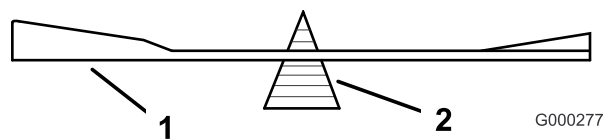
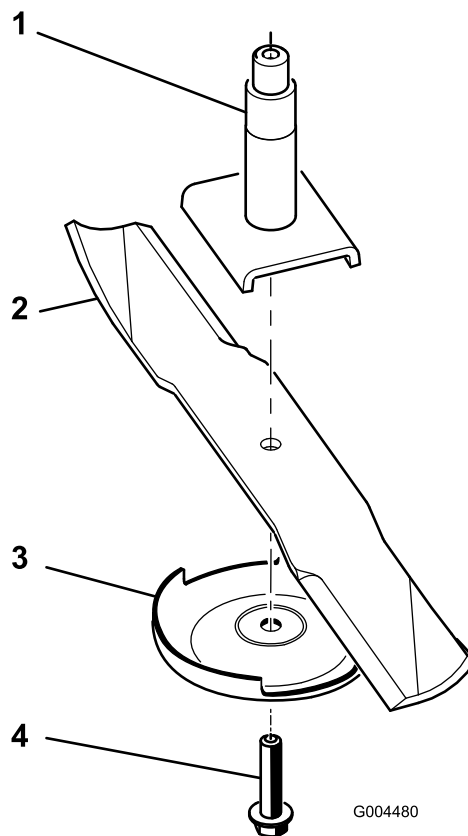

Figura 76
Figura 77
2. Togliete il bullone della lama, la piastra antistrappo e la lama dall'asse del fusello (Figura 77).
1. Montate la lama sull'asse del fusello (Figura 77).
2. Montate la piastra antistrappo e il bullone della lama (Figura 77).
2. Controllate l'equilibrio della lama posizionandola su un bilanciatore (Figura 76). Se la lama rimane in posizione orizzontale, è bilanciata e può essere utilizzata. Se la lama non è bilanciata, limate del metallo soltanto dalla costa (Figura 77). Ripetete la procedura finché la lama non è perfettamente bilanciata.